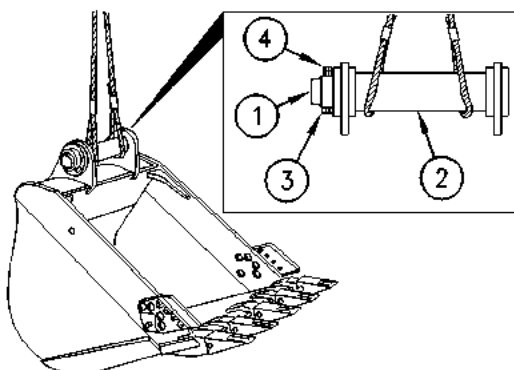

Ilustración 322
- (1) Pasador
- (2) Manguito
- (3) Pernos
- (4) Tuercas
Instale el pasador (1) y el manguito (2) en los soportes del cucharón. La ilustración 322 indica el método de sujeción del pasador (1) con los pernos (3) y las tuercas (4). Sujete dos cables metálicos de la capacidad nominal apropiada al pasador (1).